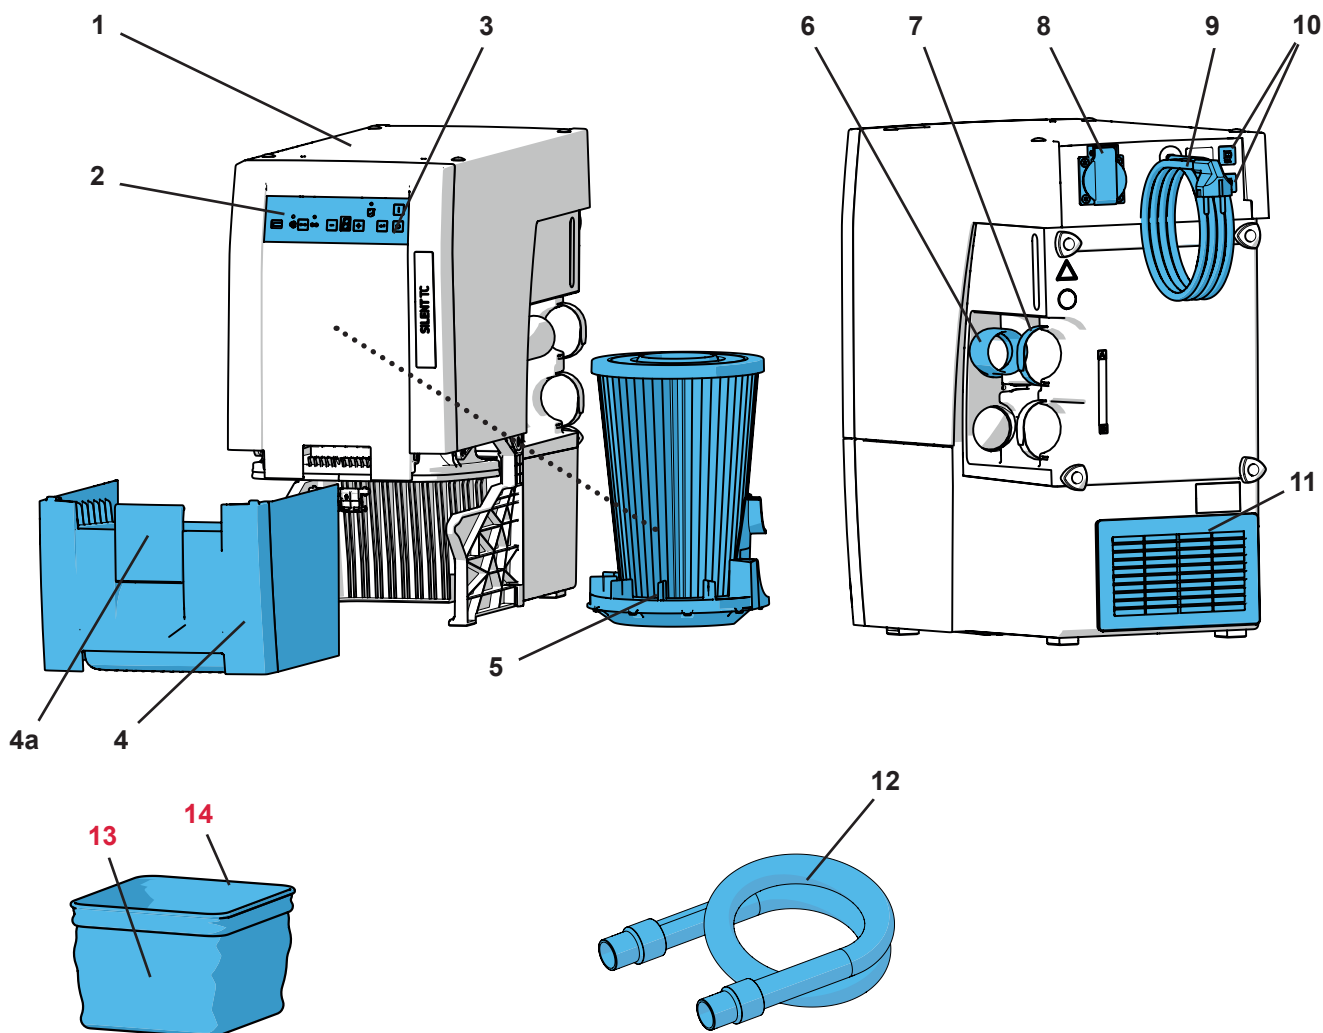

図 1
- ・排気口(11、図1)が妨げられないようにしてください。
- ・キャビネット壁の排気口(11、図1)に相対する位置に開口部 (B)、サイズは250 x 120 mm以上。
⇒巻かれた電源コード(9、図1)をほどき、建物設置のコンセントにプラグを差し込みます。
器具の差し込み口（8、図1）に接続された電気装置に応じて吸引されます。